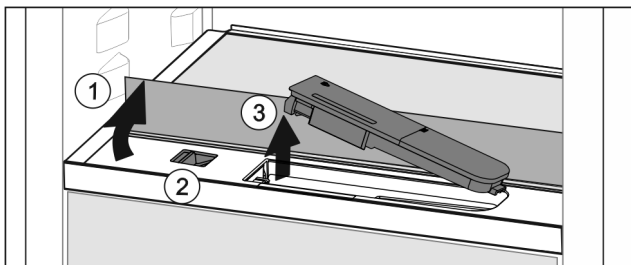

Fig. 48
- ▶ Glasplaat heffen en tot de aanslag naar achter klappen Fig. 48 (1).
- ▶ Schuif Fig. 48 (2) naar links schuiven.
- ▶ Waterreservoir eruit halen Fig. 48 (3).